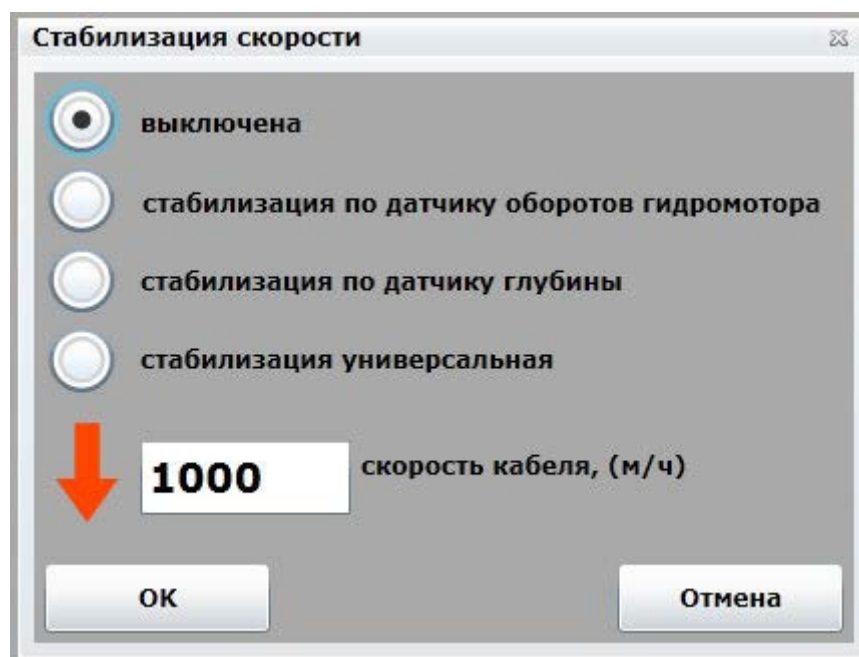
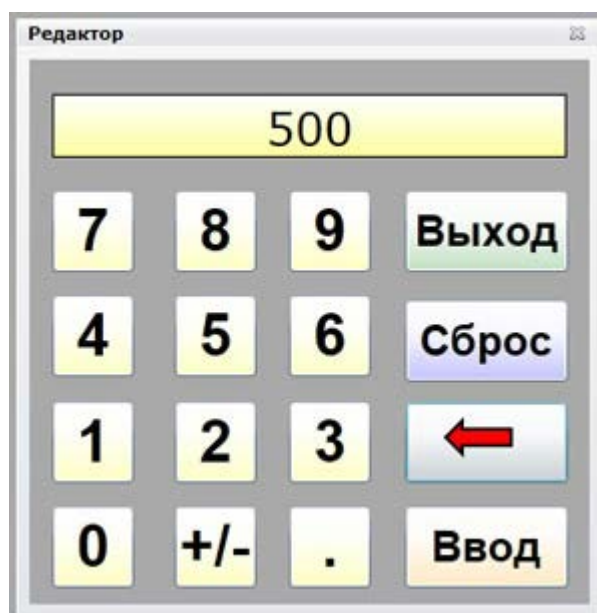

рисунок 5 – Окно стабилизации скорости
рисунок 6 – Окно редактора данных
2.1.3 При двойном нажатии на индикатор скорости кабеля всплывает окно **СТАБИЛИЗАЦИЯ СКОРОСТИ** (рисунок 5). Данная вкладка позволяет оператору установить и поддерживать в автоматическом режиме скорость спуска  или подъема  каротажного кабеля. Чтобы установить нужную скорость спуска или подъема вызовите редактор однократным щелчком мыши на значении скорости (рисунок 6).